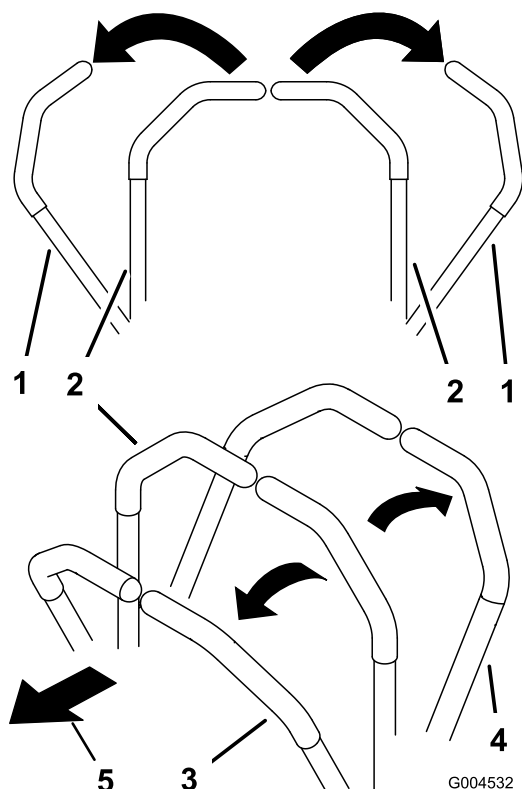

Figura 18
1. Togliete le leve di controllo del movimento (Figura 18) dalla posizione di blocco in folle.
- per fare marcia avanti spingete lentamente in avanti le leve di controllo del movimento (Figura 18).
- per fare marcia indietro tirate lentamente indietro le leve di controllo del movimento (Figura 18).
- per svoltare, rallentate tirando indietro entrambe le leve, poi spingete in avanti la leva sul lato opposto a quello da cui volete svoltare (Figura 18).